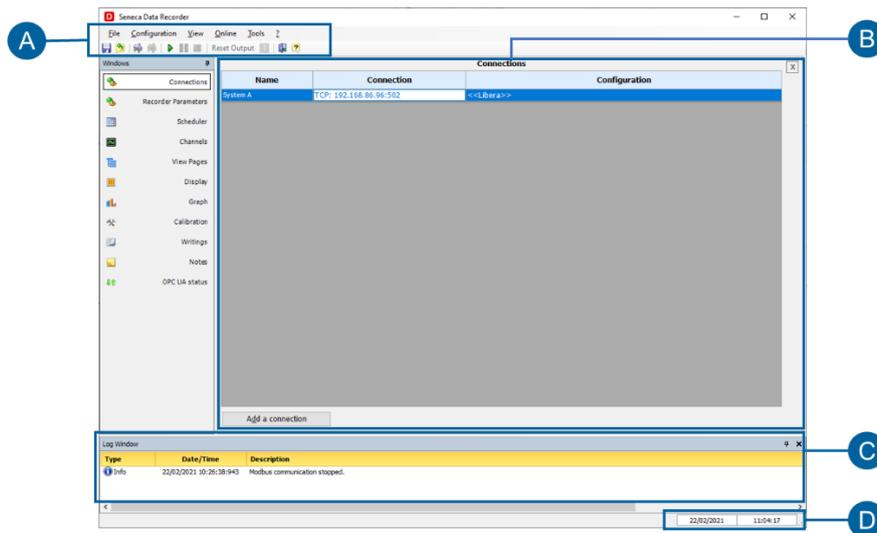

Figura 22. Elementi comuni
A	Sezione in cui è possibile selezionare e deselectare i gruppi di segnalazione che si desidera vedere nella "Finestra di Log" (C) (Figura 22 pag.29) .
B	Sezione in cui è possibile selezionare e deselectare i gruppi di segnalazione che si desidera salvare in un file. (C) (Figura 22 pag.29) .